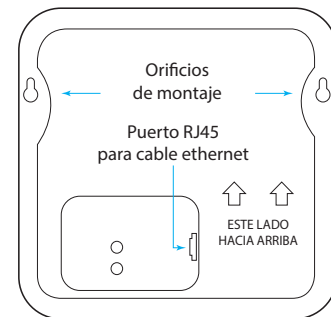

Fig. 2.4
5. **Paso crítico:** monte y conecte el RT7000 (fig. 2.4 y 2.5) de manera provisional en un lugar central para obtener una cobertura óptima (hasta que haga las pruebas de rango de los pasos 9 y 10, usando el asistente de instalación). Por ejemplo, observe las figuras 2.10 y 2.11. Muestran dos configuraciones distintas de tiendas, con áreas específicas en las que los auriculares se usan principalmente. En estos ejemplos, la ubicación seleccionada para el RT7000 (representado por el pequeño rectángulo azul) ofreció la mejor cobertura, indicada por las áreas en el círculo azul. Cada tienda requirió que el RT7000 se montara en un lugar diferente, pero centralizado, para ofrecer la mejor cobertura general para las necesidades de la tienda. La distribución de la tienda y sus obstrucciones también afectaron la colocación y el rango (puede ver más detalles sobre la ubicación del RT7000 en "Notas de componentes" on page 13).